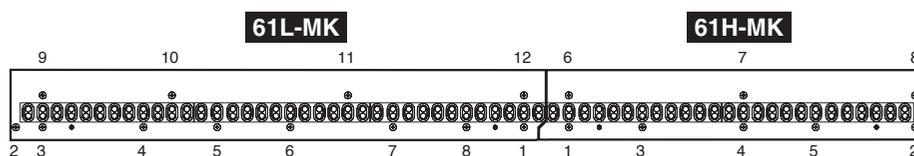

Fig.7 (図7)
* **When installing the circuit board 61L-MK, tighten the screws 1 through 12 in numerical order as shown in the figure "61L-MK" in Fig.7. (Fig.7)**
* **When installing the circuit board 61H-MK, tighten the screws 1 through 8 in numerical order as shown in the figure "61H-MK" in Fig.7. (Fig.7)**
※ シート 61L を取り付けるときは、図 7 のシート 61L 図の番号 1 ~ 12 の順にネジを締めてください。(図 7)
※ シート 61H を取り付けるときは、図 7 のシート 61H 図の番号 1 ~ 8 の順にネジを締めてください。(図 7)